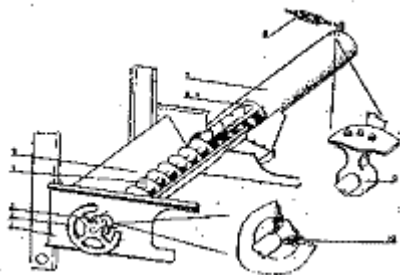

Рис. 10. Шнек фуражных отходов:
4.6. Шнек фуражных отходов. Кожух шнека (рис. 10) состоит из корпуса 5, вваренного в раму 1, и съемной надставки 7. Вал шнека — составной, из двух частей: сплошного вала 6, вставленного в трубчатый вал 4. При соединении частей необходимо совместить паз в трубе со шпонкой, приваренной к валу. Вал шнека с одного конца опирается на подшипник качения 10, с другого — на подшипник скольжения 9. На приводном конце вала закреплены шкив и звездочка.